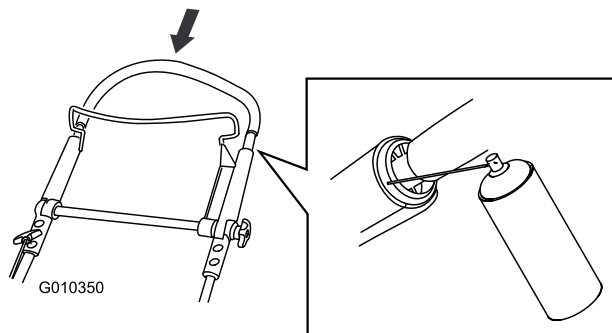

図 44
2. 上部ハンドルを完全に折り曲げて、ハンドル外側の内側にあるプラスチック部分にスプレーする図 44。